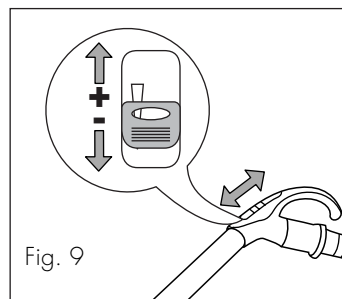

Fig. 9
Modelos com regulador de potência na pega (C) (fig. 9)